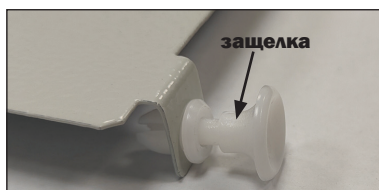

Рисунок 29
28.2 Установить розетки в отверстия на крышке кросса, затем вставить вилки в розетки до первого щелчка (рисунок 29).